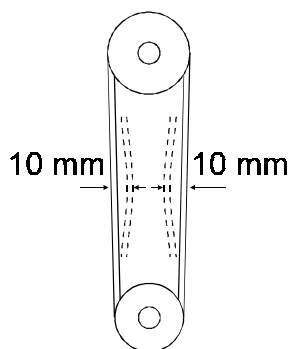
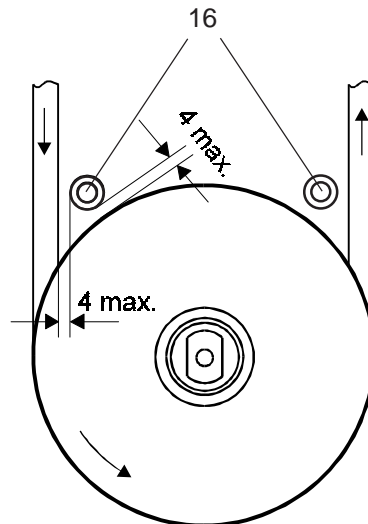

Fig. 6.2
Fig. 6.6
A correia está correctamente esticada se os dois lados opostos da correia com um comprimento de $l = 1060$ mm puderem ser comprimidos por pressão (força de pressão $F = 10$ N) entre o polegar e o indicador do montador em aprox. 20 mm (fig. 6.2).
- Soltar o retentor da correia (8) e as duas guias da correia (16) e empurrá-los para fora.
- Meter a mola de ajuste (3) na ranhura do veio do motor (4).
- Meter a polia da correia trapezoidal (5) sobre o veio do motor (4) por forma a que a mola de ajuste (3) entre na ranhura no orifício da polia da correia trapezoidal.
- Apertar a polia da correia trapezoidal (5) com uma porca (6) axialmente no veio do motor.
- Segurar a porca (6) apertando o parafuso de fixação (7).
- Colocar a correia e esticá-la através da articulação (9) entre a consola (10) e a suspensão do motor (11) (ver fig. 6.2)
- Alinhar a parte de baixo do guarda-correia (1) consoante o curso que a correia levará e apertá-la com os parafusos (2).
- Empurrar o retentor da correia (8) em direcção à polia da correia trapezoidal (distância máx. 3 mm) e apertá-lo.
- Deslocar a guia da correia (16) do lado de entrada da correia para dentro até que cada uma das distâncias entre o cilindro de fixação e a polia da correia e entre a correia e o cilindro de fixação não sejam superiores a 4 mm (v. fig. 6.6). Apertar a guia da correia na posição correcta.